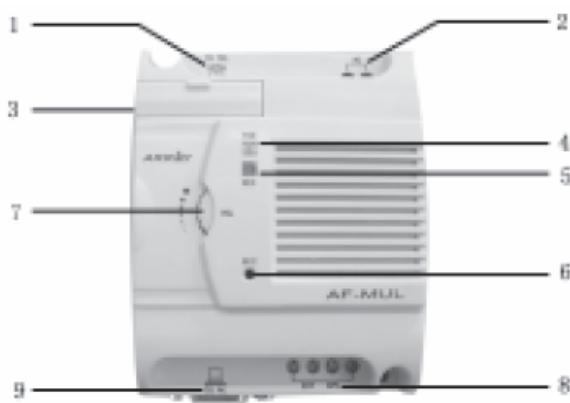

Рис. 6.1 Вид речевого модуля AF-MUL
5. Замкните на одну секунду ключ k3. На AF-MUL зажжется индикатор красного цвета, показывающий режим записи (рис. 6.1, поз. 5).
Произнесите сообщение: "Пожалуйста, введите пароль" в микрофон MIC (рис.6.1, поз 6).
7. Замкните ключ k3 на одну секунду. Зажжется индикатор красного цвета, показывающий режим записи (рис. 6.1, поз. 5).
8. Произнесите ваше сообщение: "Пароль правильный. Пожалуйста, введите команду управления" в микрофон MIC (рис.6.1, поз 6).